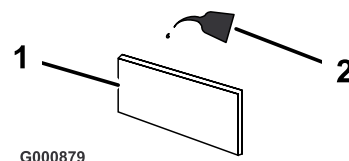

Figura 32
- C. Empape el filtro con aceite de motor nuevo (Figura 32). Apriete el filtro para eliminar el exceso de aceite.